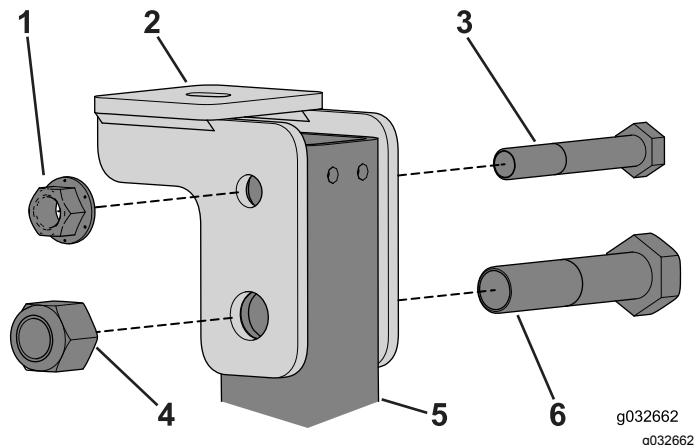

図 71
2. ボルト $\frac{1}{2}$ " x $3\frac{1}{4}$ " と $\frac{3}{4}$ " x $3\frac{1}{2}$ " を使って、ROPS チューブの左右それぞれにキャブマウントブラケットを仮止めする 図 71。
6. キャブマウントサポートをROPSポストに固定しているボルトとナットを締め付ける 図 71。